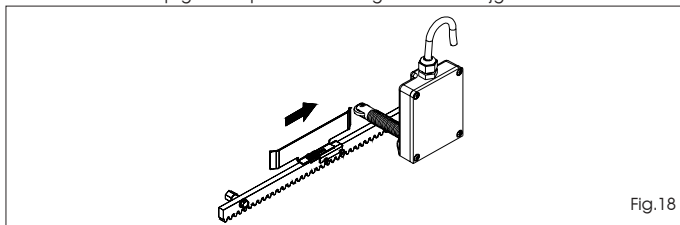

Fig. 18
- 5) Verschuif het plaatje over de tandheugel in de openingsrichting (Fig. 18). Verplaats het plaatje ongeveer 20-30 mm vooruit, zodra de led van de eindschakelaar voor opening op de elektronische apparatuur uitgaat, en zet hem voorlopig vast op de tandheugel met de bijgeleverde schroeven.